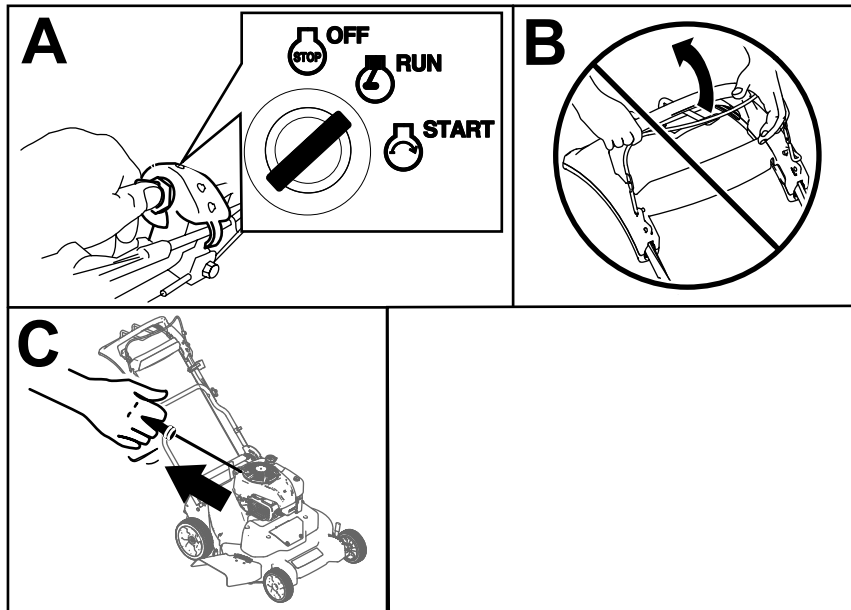

Figure 16
1. Tournez la clé de contact à la position CONTACT (A de Figure 16).
Important: N'essayez pas de démarrer le moteur alors que la barre de commande des lames est engagée, au risque de faire griller le fusible (B de Figure 16).
2. Tirez lentement la poignée du lanceur vers l'arrière jusqu'à ce que vous sentiez une résistance, puis tirez vigoureusement (C de Figure 16). Laissez le lanceur se rétracter lentement jusqu'au moteur.